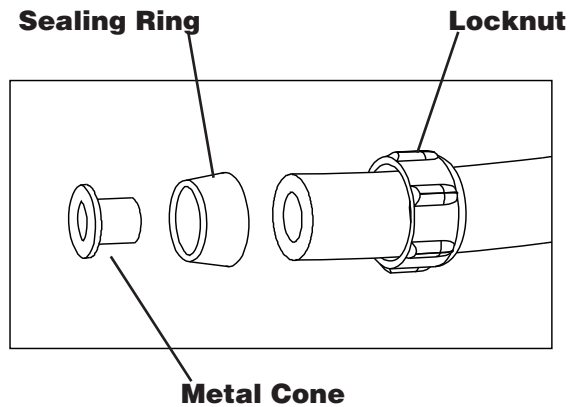

Figure 5
9. Remove large nut and components from Liquid Tight fitting (5).
10. Insert the locknut onto the watertight conduit.- **See Fig 5**
11. Insert the sealing ring onto the conduit with the tapered end toward the end of the conduit. Insert the metal cone into the end of the conduit. **See Fig 5**
9. Retirer le grand écrou et les composants du raccord étanche aux liquides (5)
10. Insérez le contre-écrou dans le conduit imperméable. Voir la fig 5
11. Insérez l'anneau d'étanchéité dans l'extrémité fuselée du conduit de l'anneau d'étanchéité vers l'extrémité du conduit. Insérez le cône en métal dans l'extrémité du conduit. Voir la fig 5
9. Retire la tuerca grande y los componentes del conector a prueba de filtración (5).
10. Coloque la tuerca de seguridad sobre la superficie impermeable del conducto. Vea Fig. 5
11. Coloque el anillo de sellado en el extremo cubierto por el conducto del anillo de sellado hacia el extremo del conducto. Coloque el cono de metal en el extremo del conducto. Vea Fig. 5